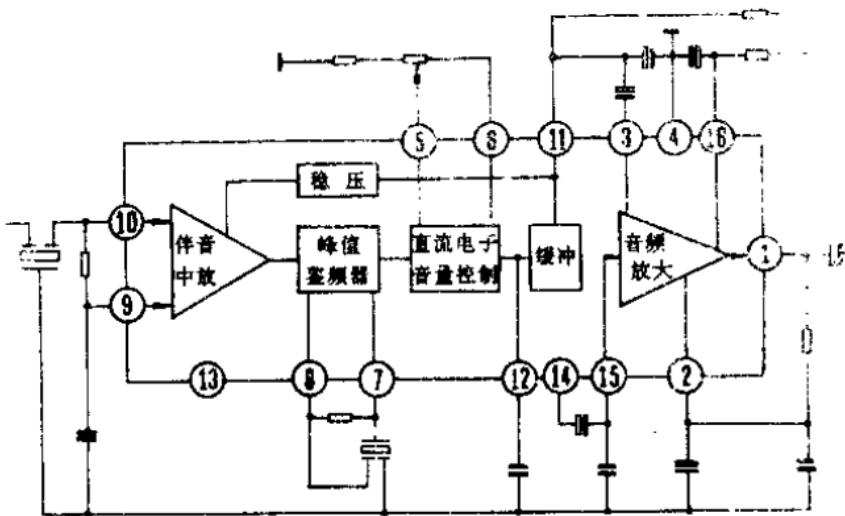

图 1-2
AN355的工作过程是:从图象检波器输出的6.5MHz伴音中频信号,经选频后送入其⑩、⑨脚,由伴音中频限幅放大器进行放大限幅,抑制掉外来干扰。放大后的信号送入低通滤波器、滤除调频等幅波中的高次谐波。其输出送至集成块⑦、⑧脚内部电路与外接元件组成的差动峰值鉴频器,将调频信号转换成调频调幅信号,再进行包络检波还原出音频信号,最后经音量控制电路和去加重电路从⑪脚输出,经电容输入到⑫脚,通过内部音频放大器放大后由①脚输出,最后经电容输入喇叭。AN355内部方框图及应用原理图见图1-2。